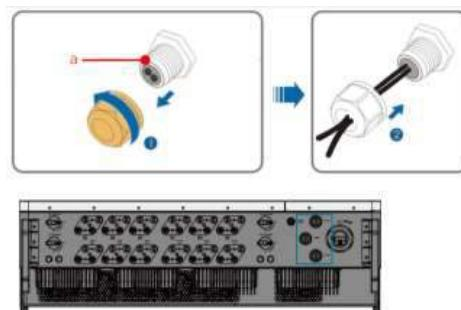

Fig. 4-46 Conduzca el cable a través de la tuerca giratoria
- 2) Afloje la tuerca giratoria del terminal de comunicación y seleccione una junta adecuada según el diámetro exterior del cable (5-8 mm).Conduzca el cable a través de la tuerca giratoria y junta sucesivamente (Fig. 4-46).